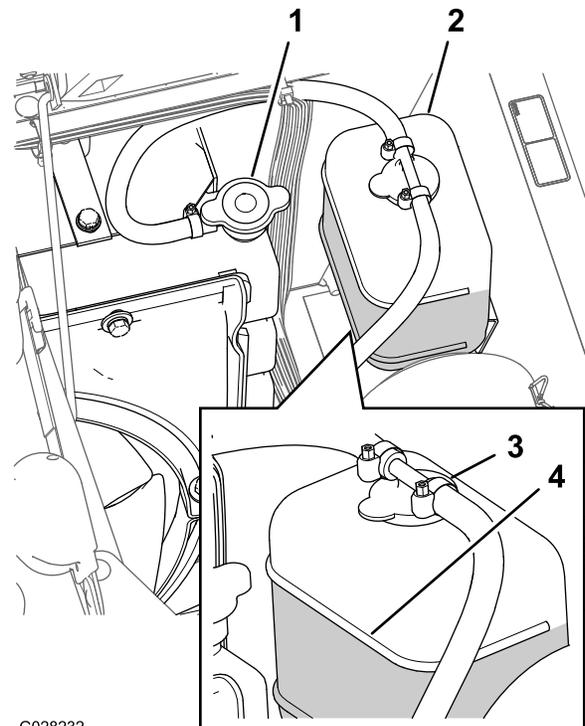

Figura 100
3. Retire cuidadosamente el tapón del radiador y el tapón del depósito de expansión (Figura 100).
**Nota:** El radiador debe llenarse hasta la parte superior del cuello de llenado, y el depósito de expansión debe llenarse hasta la marca Lleno del depósito (Figura 100).
- Si el nivel de refrigerante es bajo, retire el tapón del depósito de expansión y el tapón del radiador, y llene el depósito de expansión hasta la marca Lleno (Figura 100) y el radiador hasta la parte superior del cuello de llenado ( ).
- Coloque el tapón del radiador y el tapón del depósito de expansión (Figura 100).
- Espere hasta que se haya enfriado el motor, luego retire el tapón del radiador (Figura 100).
- Retire el tapón del radiador (Figura 100).
- Arranque el motor con el tapón del radiador aflojado (Figura 100).
- Una vez que el refrigerante se ha calentado, añada más refrigerante hasta que el nivel llegue a la superficie sellante del tapón, y apriete el tapón (Figura 100).
- Abra el tapón del depósito de expansión y llene el depósito con refrigerante hasta el nivel de "Frío" (Figura 100).